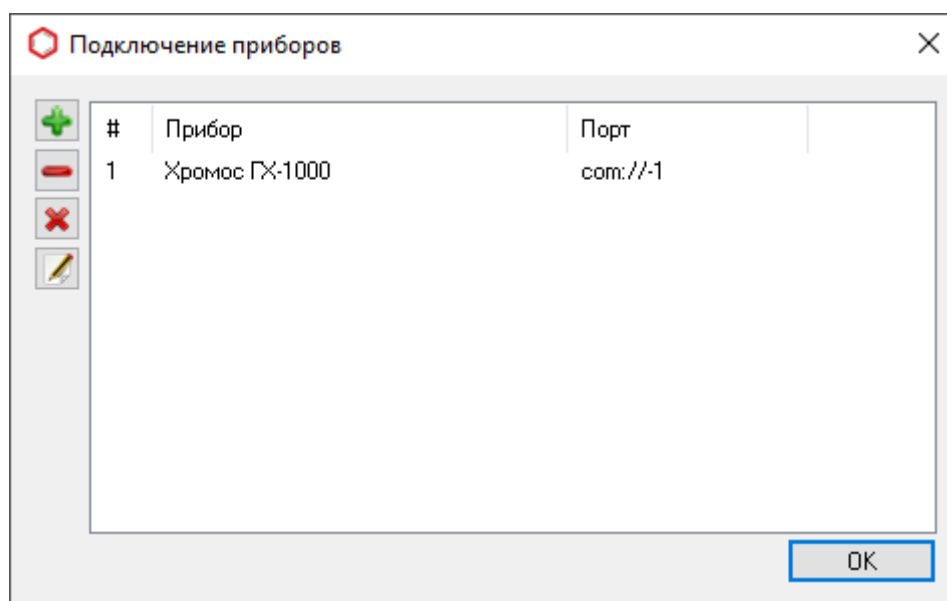

Рис. 105: Окно «Подключение приборов»
5. В ПО «Хромос», в меню *Приборы* выберите **Подключение...** Откроется окно *Подключение приборов* (Рис. 105):